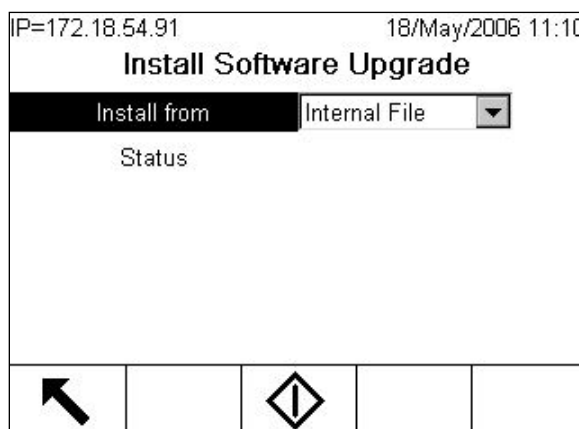

Figura 3-2: Tela de Atualização de Firmware
2. Use as teclas de seta para mover a seleção para Manutenção > Executar > Instalar atualização de software. Quando o nó estiver selecionado, pressione ENTER. A tela mostrada na Figura 3-2 será exibida.